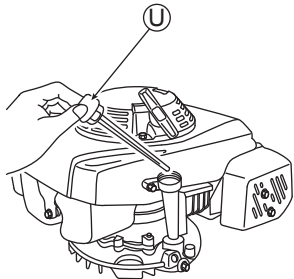

Abb. 6
1. Nehmen Sie den Öltankverschluss (U) ab, ziehen Sie den Ölstandanzeiger heraus und führen Sie ihn anschließend ein, ohne ihn zu verschrauben. (Siehe Abb. 6)
2. Nehmen Sie den Öltankverschluss (U) ab und vergewissern Sie sich, dass der Ölstand zwischen den Höchst- und Mindeststandmarkierungen des Ölstandanzeigers liegt.
4. Verschließen Sie den Öltankverschluss (U) nach der Überprüfung ordentlich.